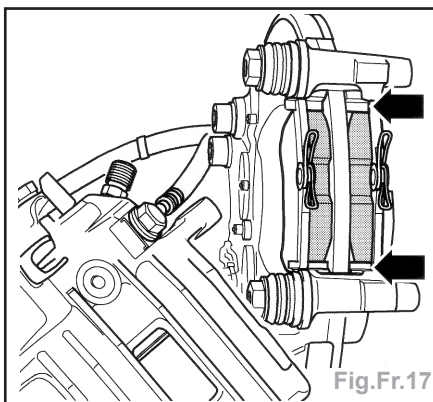

Fig.Fr.17
- Installer des nouveaux ressorts de retenue (flèches) et de nouvelles plaquettes dans le support de frein (Fig. Fr.17).